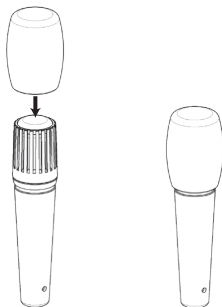

рис. 5
5. Для увеличения срока эксплуатации микрофона при работе с вокалистами рекомендуется использовать ветрозащитный колпачок (рис. 5)